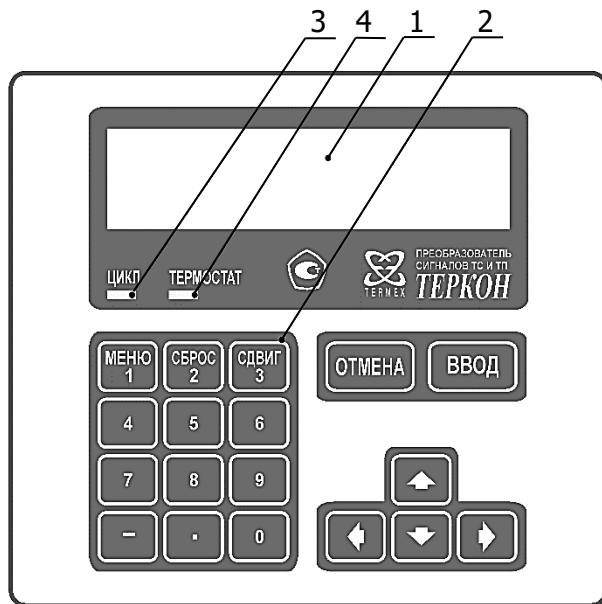

Рисунок 1 — Лицевая панель
2.3.1 Пункт меню **1** — «Настройка индикатора» предназначен для настройки яркости фоновой подсветки и контрастности индикаторного табло 1 (рисунок 1).